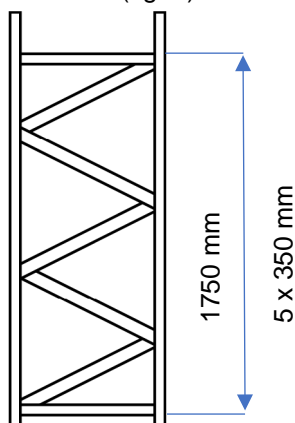

Fig. 6
6. Fixer la 2e extrémité de la 1e lisse en observant la distance prescrite. (fig. 6)